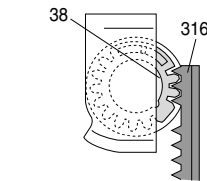

Fig. 5
- Cassettenschacht so einsetzen, daß die Zähne der Zahnstange (Pos. 316) wie in Fig. 5 dargestellt in den Cassettenschachtantrieb (Pos. 38) eingreifen.